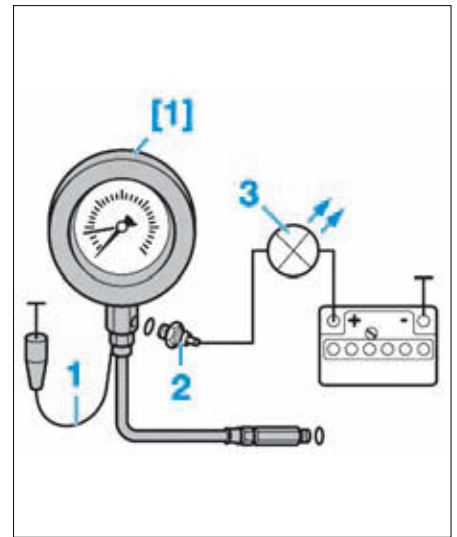

FIG. 15
- Raccorder l'outil [1] en lieu et place du contacteur de pression d'huile (2) (Fig.15).
- Mettre le fil marron (1) du contrôleur de pression d'huile à la masse.
- Brancher une diode électroluminescente (3) au capteur de pression d'huile et sur la borne (+) de la batterie (Fig.15).